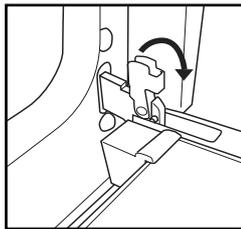

Fig. 1
2. Ziehen Sie die Schließhaken der Scharniere bis zum Anschlag nach vorne (Abb. 1).